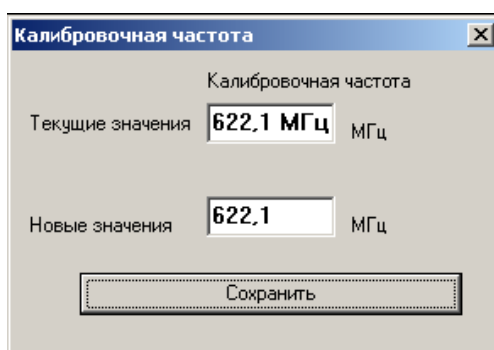

Рис.9
*Способ 2.* Прямым вводом значения частоты (с точностью до десятых долей МГц). Для этого нужно выбрать пункт меню «Настройка|Калибровочная частота...» и в появившемся окне (рис. 9) ввести требуемое значение, полученное на основе измеренной влагомером частоты, паспортное значение этого параметра или определенное иным способом (например, если резонансная частота датчика оказалась вне диапазона перестройки частоты влагомера).